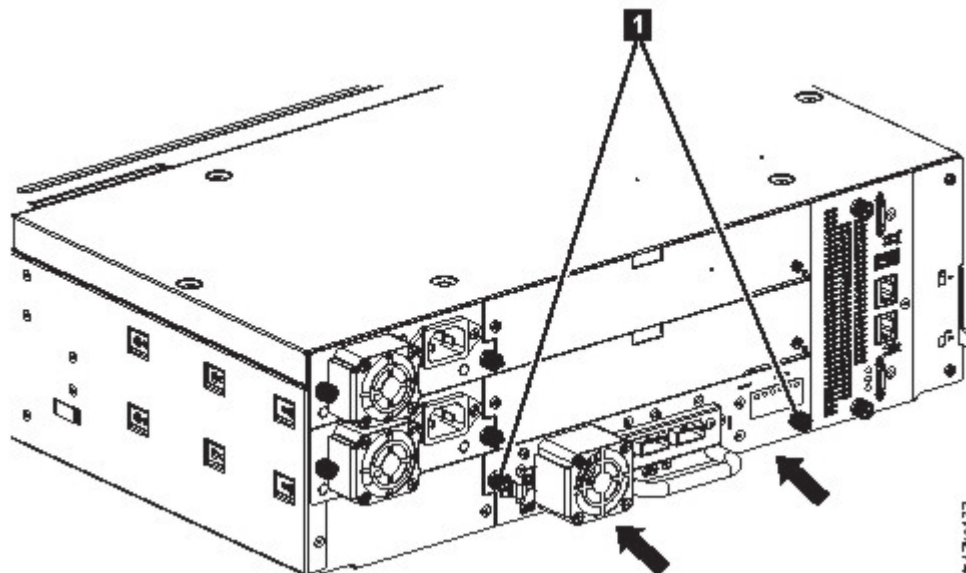

Figura 60. Instalación de una unidad de cintas
3. Apriete los tornillos cautivos (**1** en Figura 60 en la página 122) con los dedos hasta que la unidad de cintas esté segura.